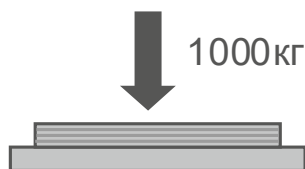

Рисунок 21
- 15.3 Распределённая нагрузка прилагается через специальное устройство, которое распределяет её. Нагрузка обычно действует через несколько специальных подкладок, поддерживающих покрытие. Уровни давления при этом оказываются ниже, и поэтому нагрузка не вызывает повреждений. Чтобы не допустить повреждения покрытия необходимо защищать поверхность от воздействия точечных нагрузок распределяя их по большей площади. Это делается с помощью листов фанеры минимальных размеров 600×600 мм и толщиной 22 мм (см. Рисунок 21).